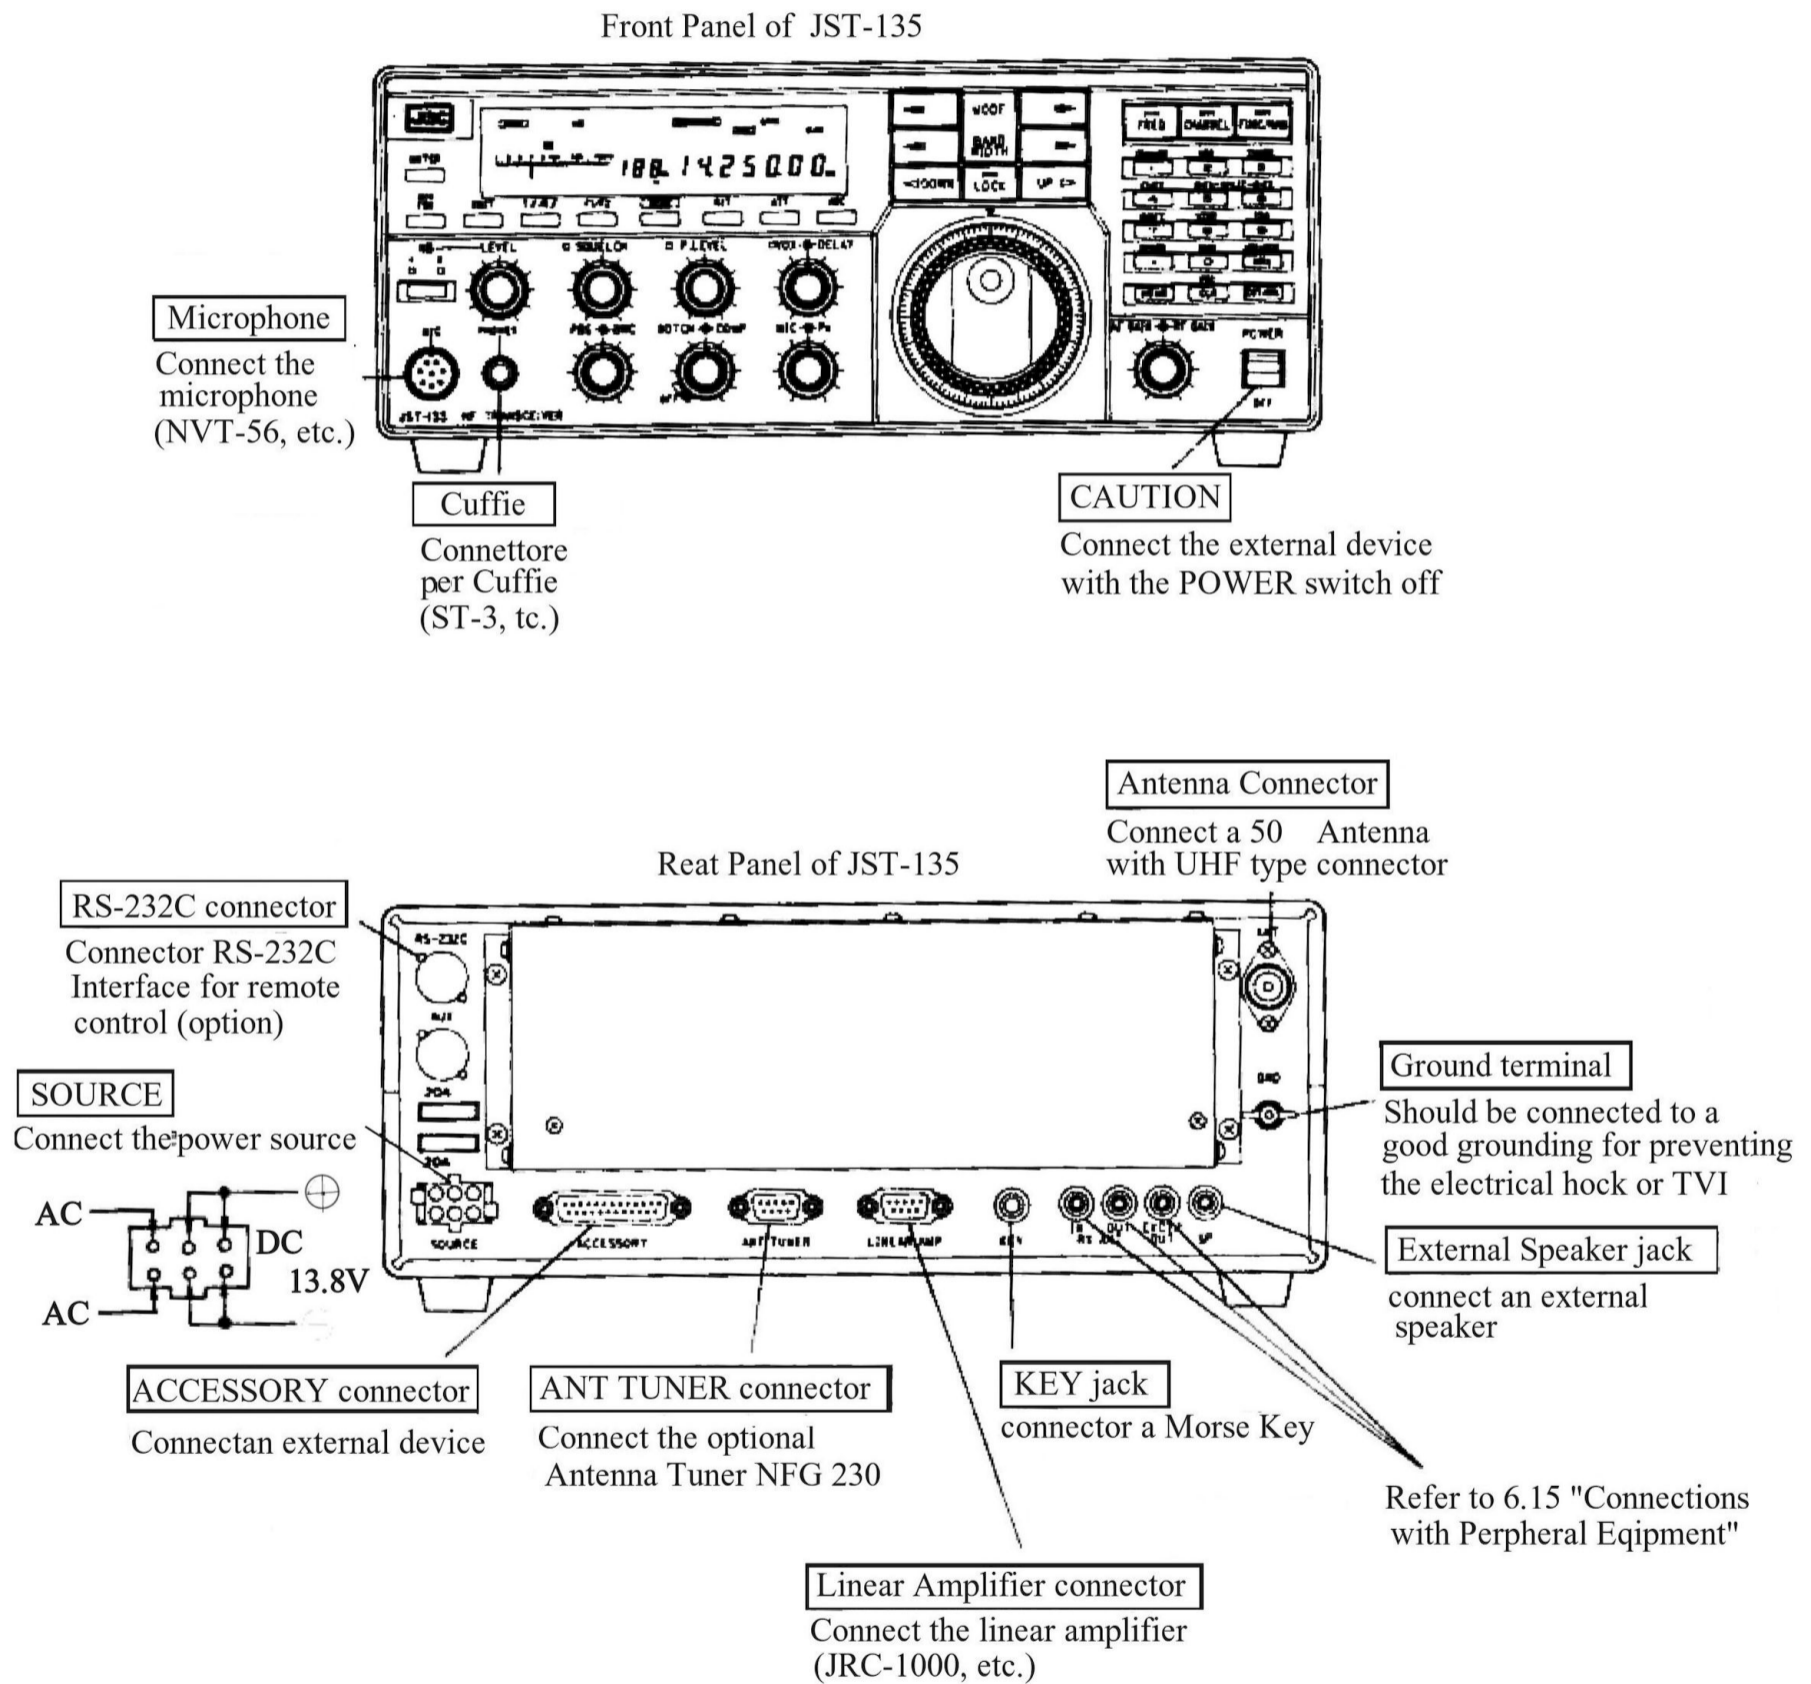

Fig. 3.1 Connessione base per pannello frontale e posteriore
Effettuare i collegamenti di base come mostrato in Fig.3.1 con l'interruttore POWER (1) in posizione "OFF".